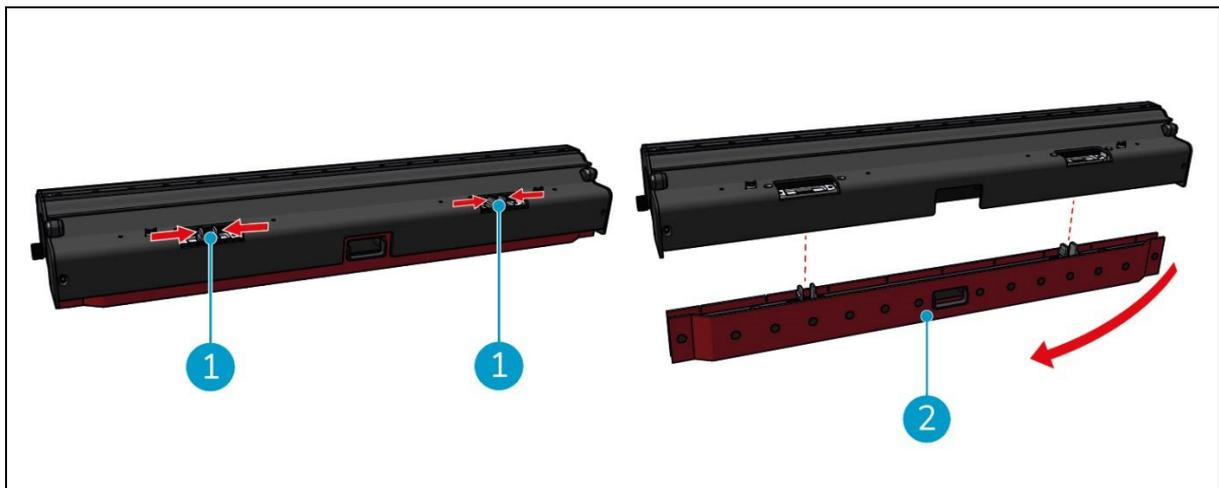

Figura 35
2. Presione los pasadores de plástico hacia dentro, como se muestra en la Figura 35 pos. 1. El soporte de las hojas de la escobilla de goma sale.